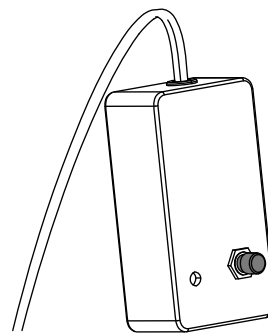

Figura 48
6. Pulse el botón de PRUEBA del probador del sistema Zap-Alert (Figura 48).